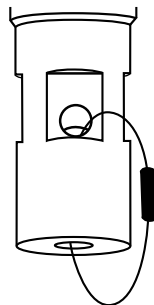

Рисунок 2
4) Проденьте петлю резистора 600 Ом через датчик и соедините концы. (см. рис. 2)